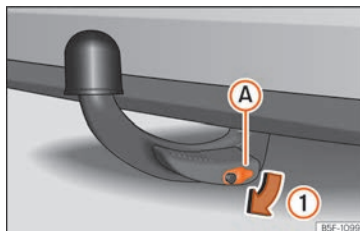

Fig. 299 Retirar la tapa de la cerradura
- Extraiga la tapa **A** de la cerradura en el sentido de la flecha **1** >>> **fig. 299**.